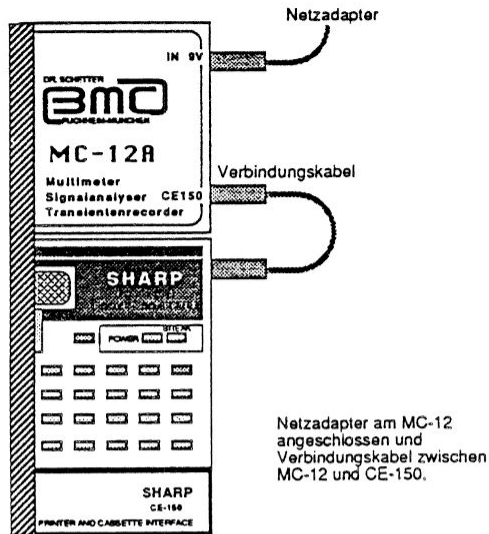

Bild 2.1
Im stationären Einsatz erfolgt die Stromversorgung durch den Netzadapter des CE-150. Das kurze Verbindungskabel, welches zum Lieferumfang des MC-12(A) gehört, wird mit dem einen Ende in die Netzeingangsbuchse des CE-150 und mit dem anderen Ende an die Netzausgangsbuchse des MC12(A) gesteckt (Bild 2.1). Das Netzgerät wird an der Buchse IN 9V des MC-12(A) angeschlossen.
Tritt ERROR 78 oder ERROR 80 auf und Sie wollen mit dem Netzadapter weiterarbeiten, so muß der Computer PC-1500(A) ausgeschaltet werden und der Netzadapter wie in Bild 2.1 dargestellt, angeschlossen werden. Nach ca. 2 Minuten kann der Betrieb fortgesetzt werden.